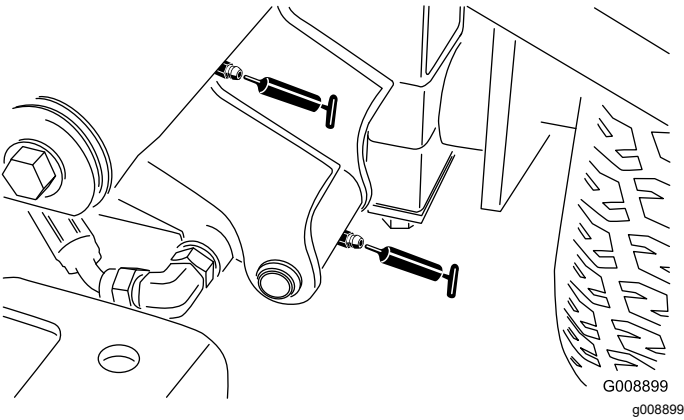

Bild 61
- Linke vordere Hubarm-Drehbüchsen und Hubzylinder (zwei Schmiernippel - Bild 61)